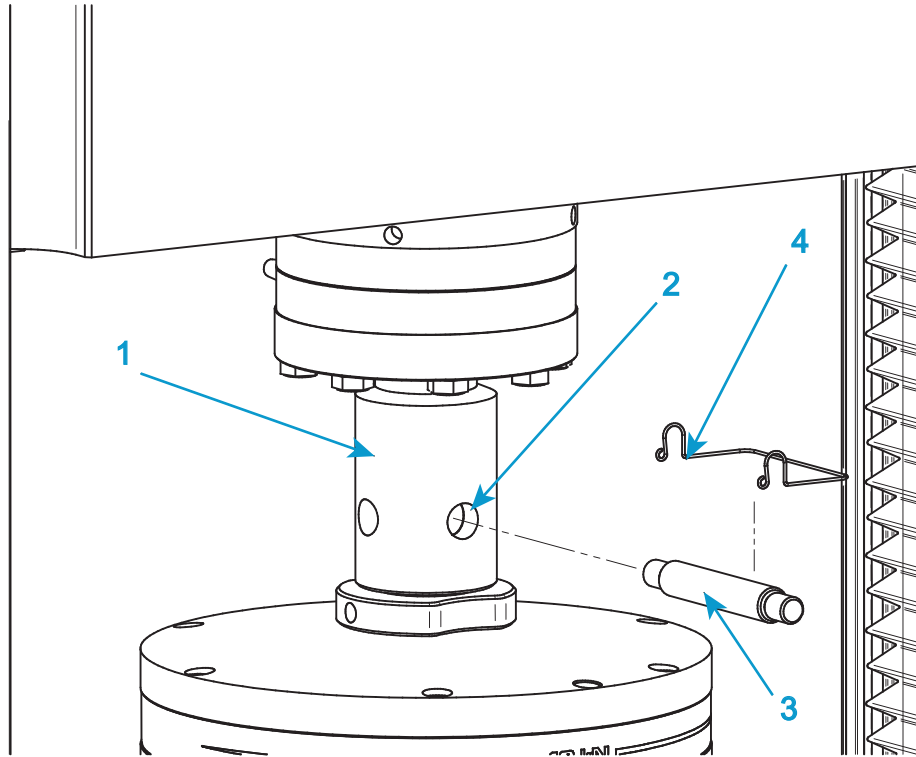

Figura 30. Installazione tipica della presa
Consultare la Figura 30 a pagina 115 quando si segue questa procedura.
1. Per il morsetto superiore, inserire l'adattatore sul morsetto nella presa a forcella femmina (1 in Figura 30) sull'adattatore della cella di carico.
2. Allineare i fori della forcella (2 in Figura 30) e infilare il perno a testa (3 in Figura 30) piana attraverso i fori.
3. Fermare in posizione il perno a testa piana, con l'apposito fermaglio (4 in Figura 30).